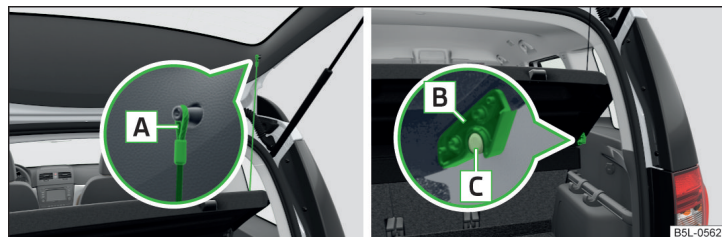

Fig. 98 Sujete la cubierta del maletero
- Enganche las cintas de sujeción **A** » fig. 98 en la tapa del maletero.
- Coloque los alojamientos situados en la cubierta **B** » fig. 98 sobre los pernos **C** del revestimiento lateral.
- Si las cintas de sujeción **A** » fig. 98 están enganchadas en la tapa del maletero, entonces al abrir esta última, también se levantará la cubierta del maletero.